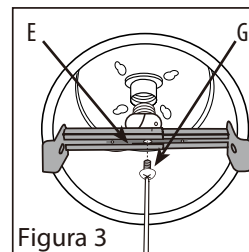

Figura 3
4. Eleve el brazo de fijación ajustable (C/D) hacia dentro de la caja empotrada y deslice las secciones interna y externa del brazo de fijación para separarlas lo máximo posible de modo que ambos extremos del brazo traben contra los laterales de la caja empotrada, deslice la barra de fijación (E) hacia el centro del brazo de fijación y luego ajuste el tornillo central (G) (Figura 3).